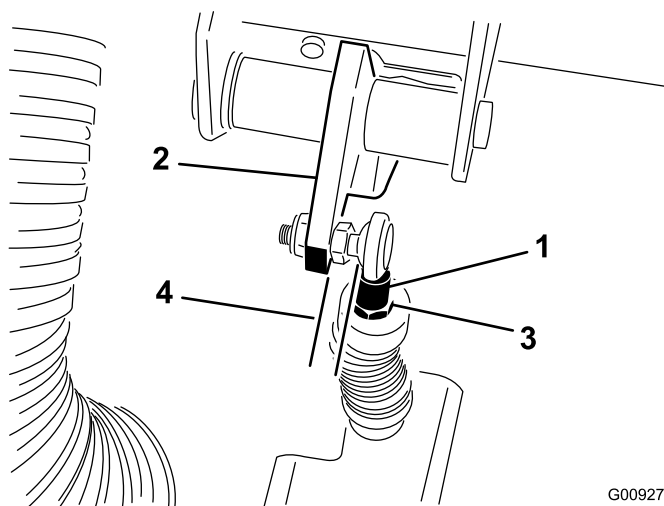

Figura 62
**Importante:** Asegúrese de que la rótula de la varilla está situada correctamente en la bola, sin estar torcida, y que permanece paralela al pedal del embrague después de apretar la contratuerca (Figura 62).